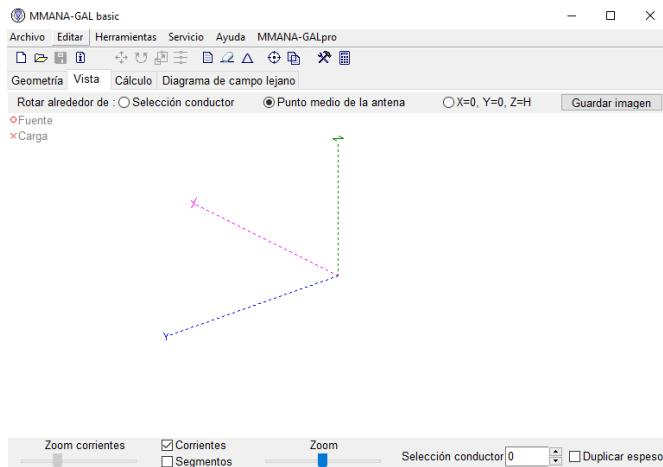

Figura 9: Panel principal del software MMANA\_GAL.
3. Una vez descargado el programa MMANA\_GAL Basic, es necesario que descomprima la carpeta e instale el software en su computador de escritorio o portátil . En la figura 9 se muestra el panel frontal del software. **NOTA: Si desea cambiar el idioma a español ubique la pestaña llamada Setup→Languages seleccionar spain.**